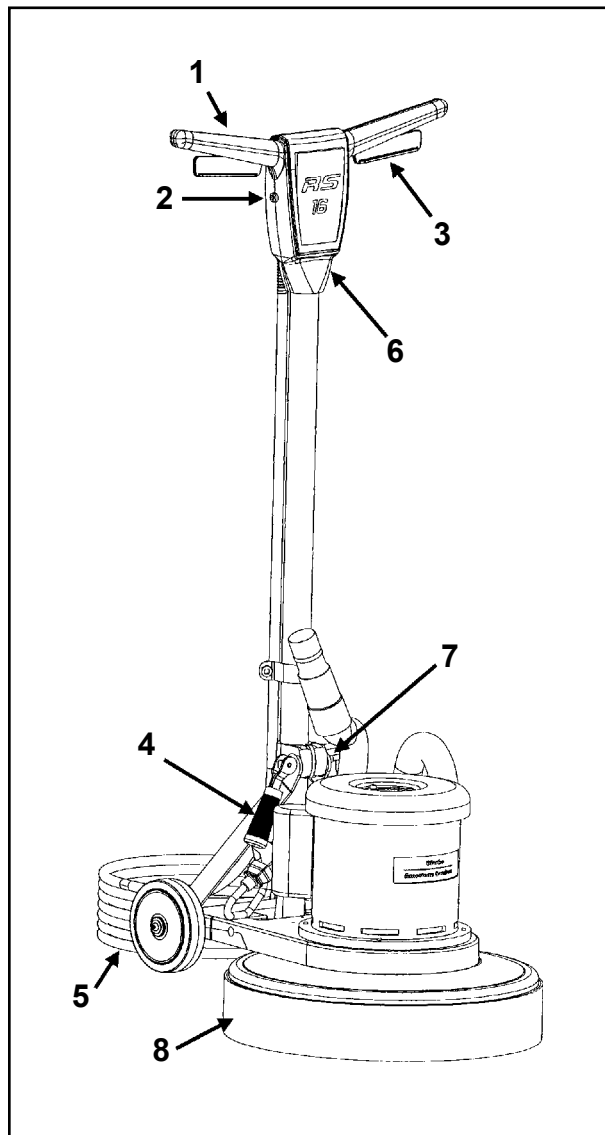

Figure 1
**CONNAÎTRE VOTRE MACHINE (Figure 1)**
Installer la jupe antipoussière comme illustré à la figure 1, élément 8, en basculant la jupe vers le bas.